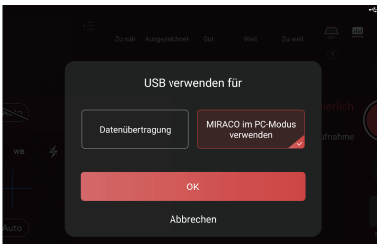

Abbildung 1
**Schritt 4:** Wählen Sie [MIRACO im PC-Modus verwenden] und tippen Sie auf [OK]. Siehe Abbildung 1.